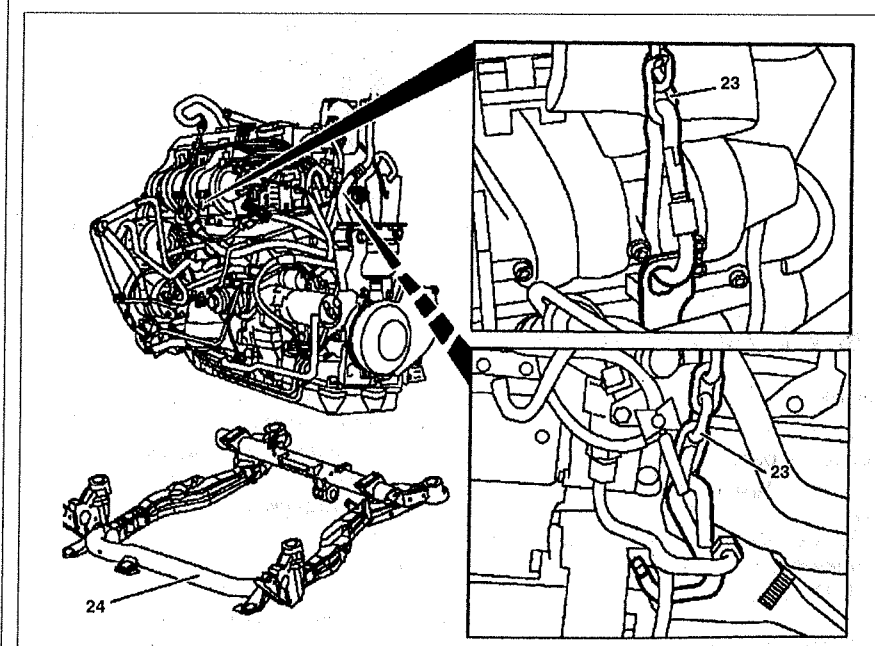

Рис. 3.6. Снятие двигателя с трансмиссией: 23. Цепь, 24. Подрамник.
21. Присоедините к двигателю цепь 23 и поднимите с подрамника 24 (см.рис.3.6).